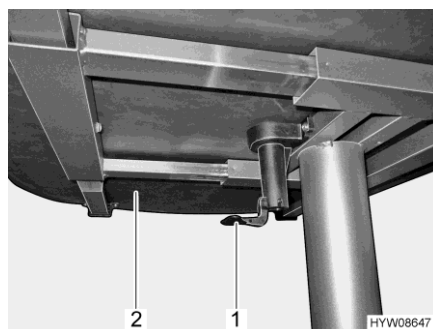

Bild 43 Hebel für Verschieben der Tischplatte
- Den Hebel (Bild 43,1) nach unten ziehen oder drücken.
- Tischplatte (Bild 43,2) in die gewünschte Position schieben.